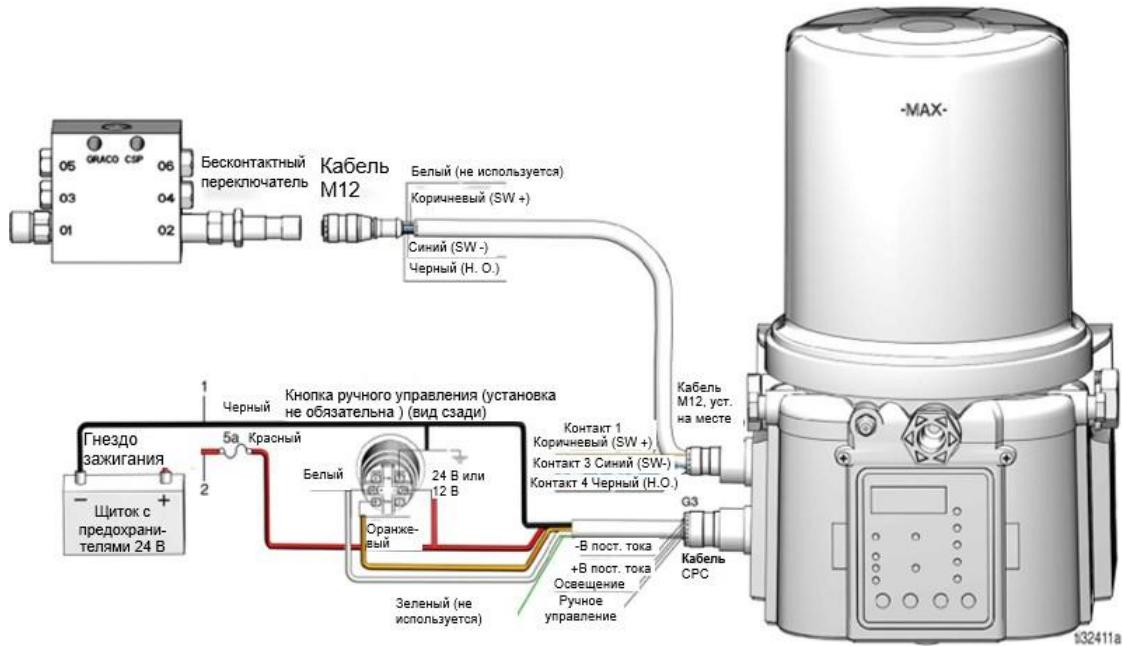

Рис. 26
**Насосы LSP с внутренним контроллером и схемой подключения цепи обратной связи и кнопки ручного управления (Рис. 26)**